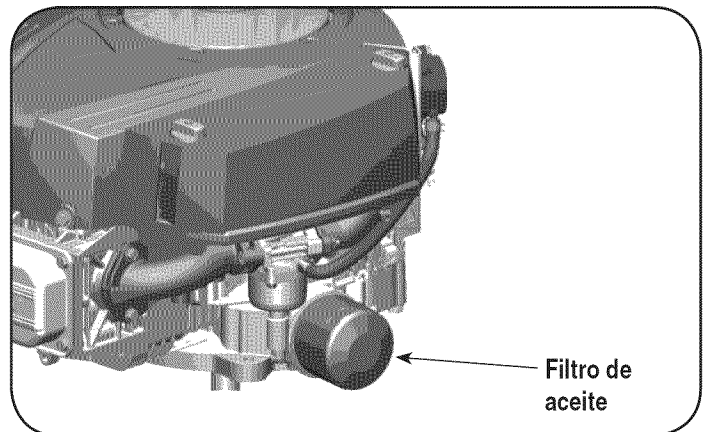

Figura 12
2. Retire la tapa de llenado de aceite / varilla medidora del tubo de llenado de aceite. Ver Figura 12.